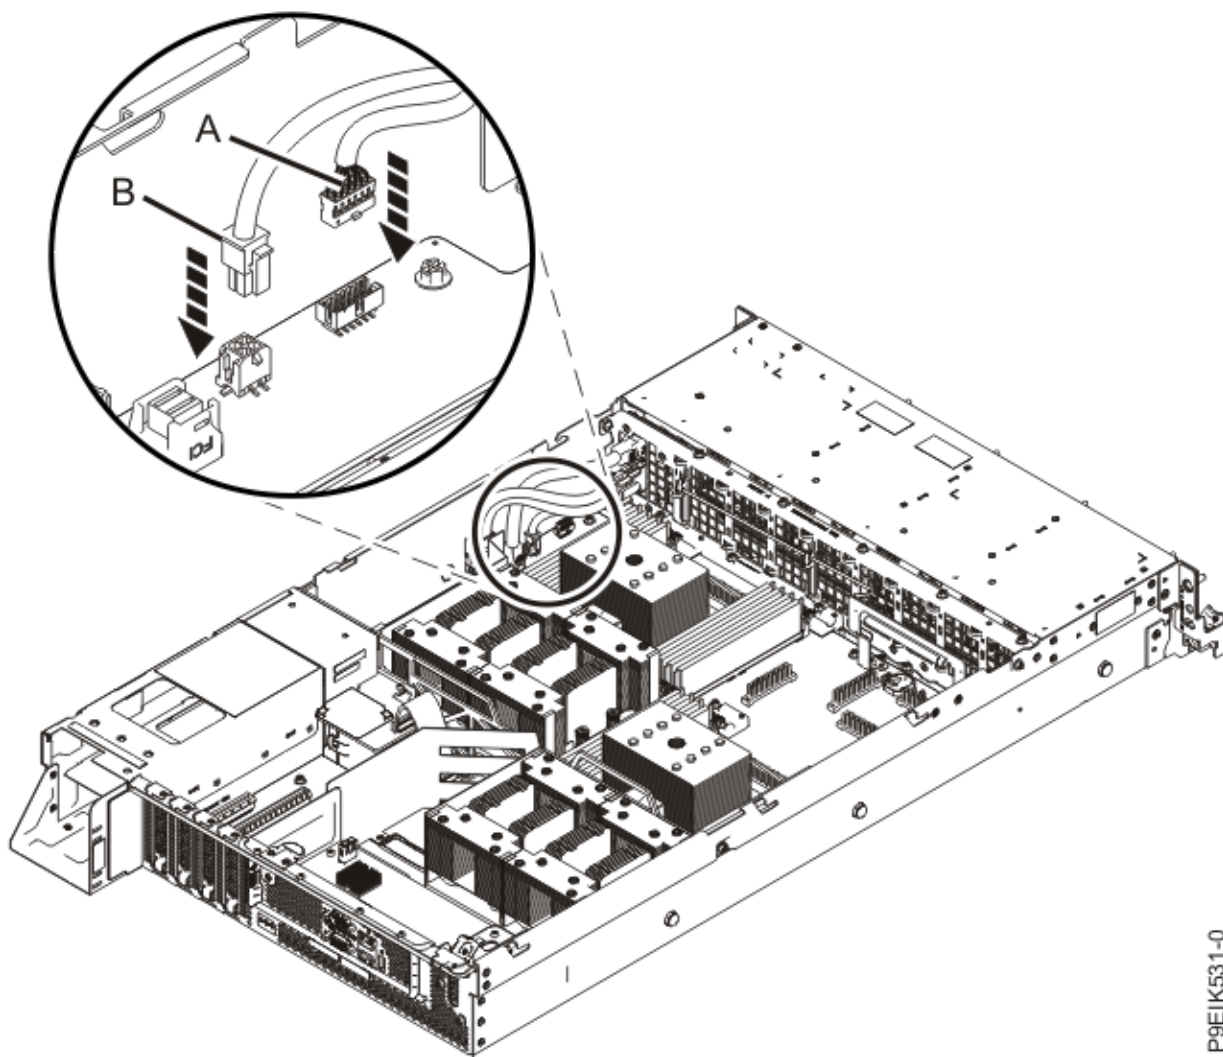

図 44. ケーブルの接続
- ラベルを確認して、USB ケーブル **(A)** と 電源スイッチおよびケーブル **(B)** をシステム・バックプレーンに接続します (62 ページの図 44 を参照)。